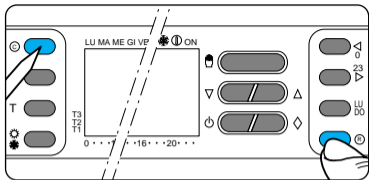

Fig. 75
14.2 - Pulse al mismo tiempo los botones © y ® (fig. 75).